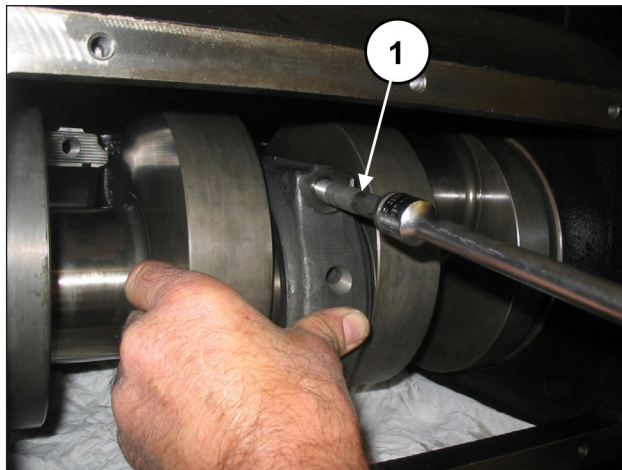

Fig. 59
Fixe os chapéus nas semi-hastes mediante os parafusos M12x1.25x87 (pos. ①, Fig. 59).